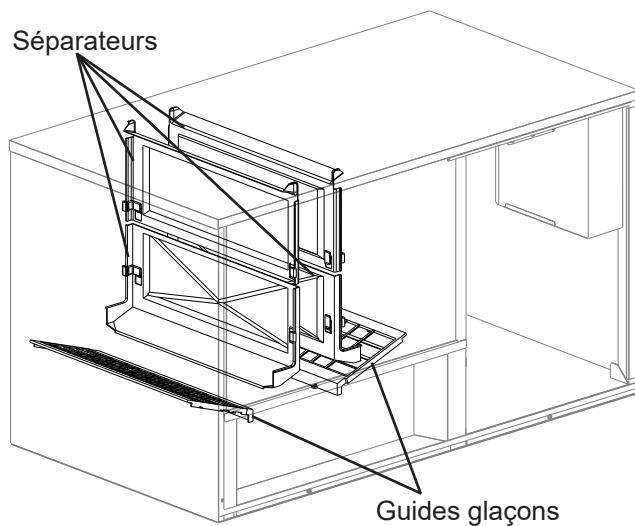

Fig. 9
- 4) Les rubans adhésifs, cartons et emballages ayant servi au transport ont-ils été retirés de la machine ? Les guides glaçons sont-ils dans leurs positions correctes ? Voir fig. 9. Les séparateurs présents entre les bords de l'évaporateur sont-ils correctement fixés à leurs brides de fixation ?